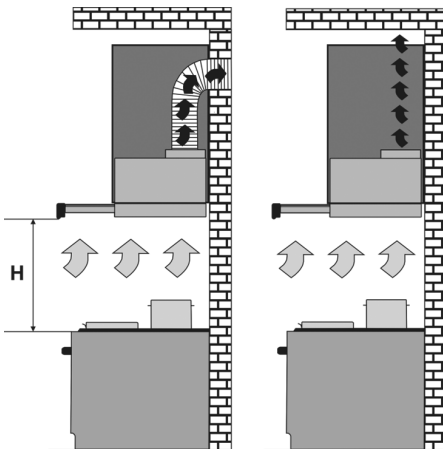

Abb.2
- im Umluftbetrieb (geschlossener Umluftkreislauf in der Küche), wenn die Abzugshaube nicht mit dem Schornstein verbunden ist und die Luft durch einen Aluminium-Fettfilter (im Lieferumfang enthalten) und einen geruchsabsorbierenden Kohlefilter (separat erhältlich) in die Küche zurückkehrt (Abb. 2).
5.3 Je nach Installationsschema arbeitet die Haube in zwei Ausführungen (Abb. 1 / Abb. 2) (siehe auch Abschnitt 1.5):
- im Umluftbetrieb (Abb. 2) (geschlossene kreisförmige Luftzirkulation in der Küche).